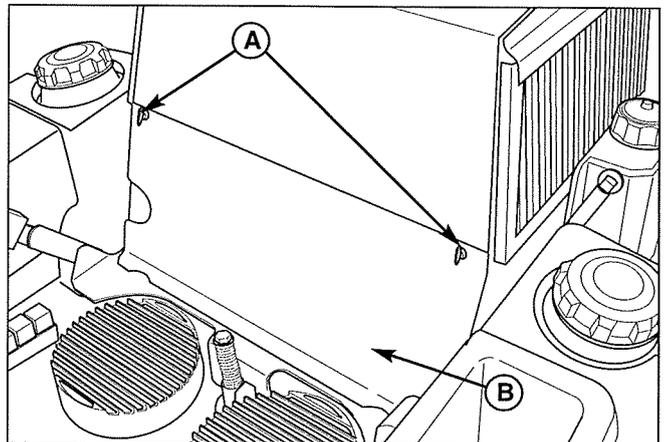

Figure 23. Retrait du panneau d'accès au moteur
2. Incliner le siège vers l'avant et desserrer les boulons à ailettes (A, figure 23) qui fixent le panneau d'accès au moteur (B). Retirer le panneau d'accès au moteur.
1. Retirer le panneau d'accès au moteur (voir figure 23).